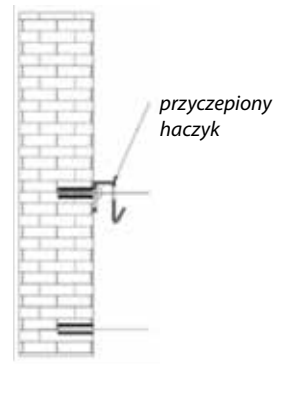

Rys. 3
1. Według Rys. 3 na ścianie wyznaczyć dwie poziome kreski oddalone od siebie 330 mm.